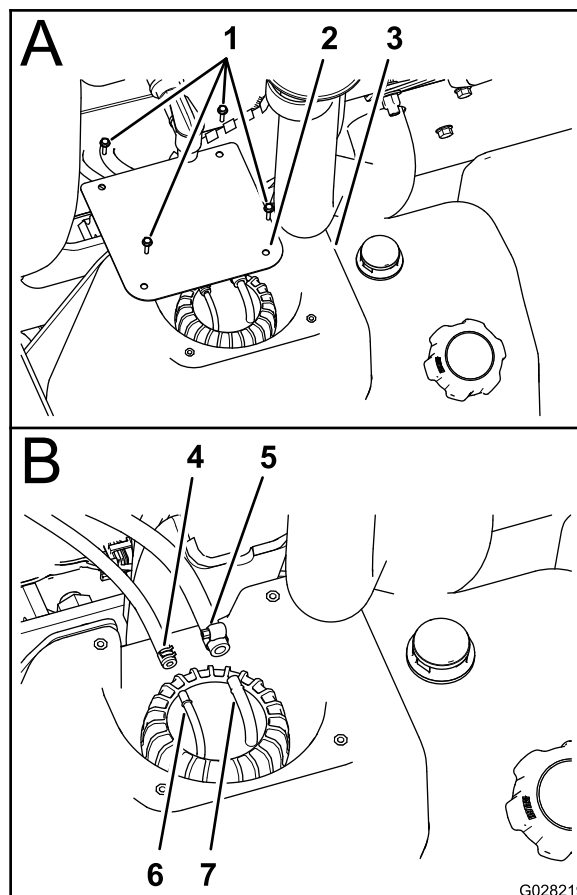

Рисунок 76
2. На топливном баке выверните 4 винта (№ 10 x 3/4 дюйма), которые крепят крышку к верхней части топливного бака, и снимите крышку (Рисунок 76).
3. Ослабьте хомуты крепления двух топливных шлангов к двум штуцерам шлангов в верхней части узла вертикальной трубы (Рисунок 76).
4. Отсоедините два шланга от шланговых штуцеров и дайте топливу из шлангов стечь в утвержденную к применению топливную емкость (Рисунок 76).
закрепите шланг на штуцере с помощью шлангового хомута (Рисунок 76).
5. Подсоедините топливный шланг диаметром 8 мм к шланговому штуцеру 8 мм и закрепите шланг на штуцере с помощью шлангового хомута (Рисунок 76).